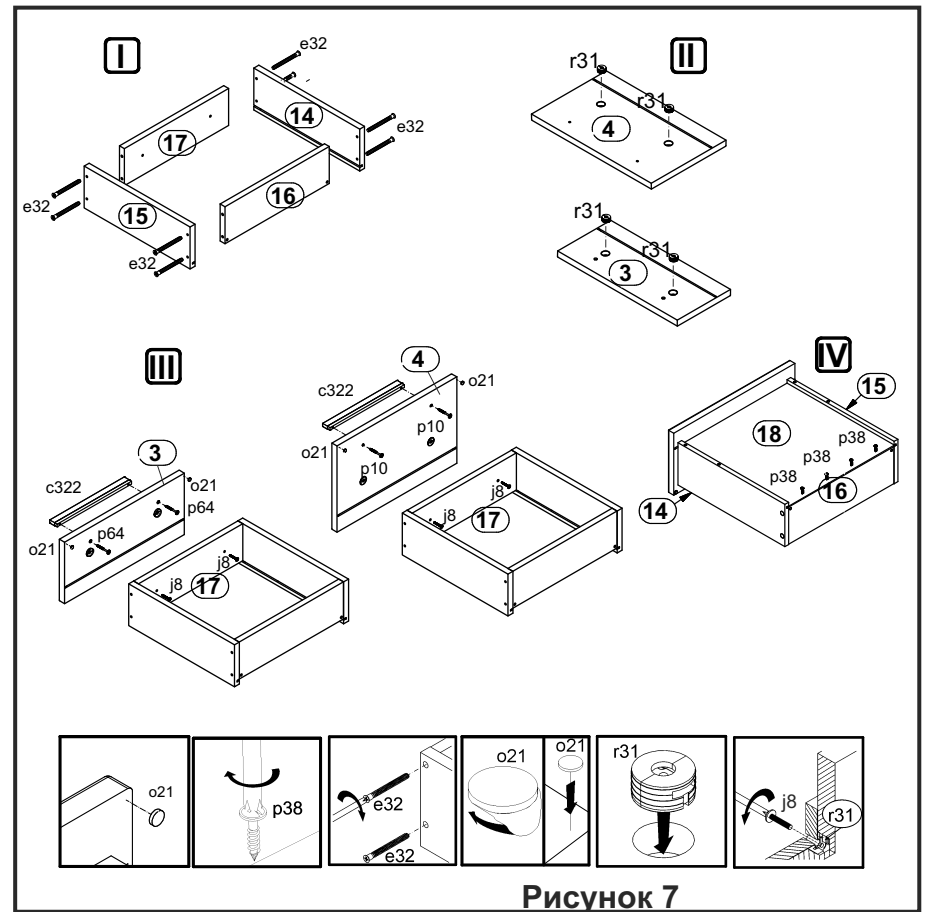

Рисунок 7
15. Соединить детали корпусов ящиков 14, 15, 16, 17 с помощью конформатов e32 (см. рис. 7).
16. В отверстия Ø20мм на внутренней поверхности панелей ящиков 3, 4 вбить пластиковые втулки g31 (см. рис. 7).
17. На внутренней поверхности панелей ящиков 3 в отверстия Ø5 мм вставить шурупы p64. Снаружи совместить отверстия ручки c322 с резьбой шурупов и завернуть шурупы p64, удерживая ручку (см. рис. 7).
18. На внутренней поверхности панели ящика 4 в отверстия Ø5 мм вставить шурупы p10. Снаружи совместить отверстия ручки c322 с резьбой шурупов и завернуть шурупы p10, удерживая ручку (см. рис. 7).
19. Соединить панели ящика 3, 4 с корпусами ящиков с помощью винтов j8, пользуясь отверткой (см. рис. 7).
20. Вставить дно ящика 18 в пазы в стенках ящиков 14, 15 и панелях ящиков 3, 4 закрепить дно 4-мя шурупами p38 (см. рис. 7).
21. На внутренней поверхности панелей ящиков 3, 4 закрепить демпферы o21 (см. рис. 7).